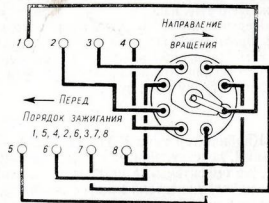

Рис. 22. Соединение проводов от распределителя к свечам.
6) присоедините провода от распределителя зажигания к свечам в порядке 1, 5, 4, 2, 6, 3, 7, 8, как указано на рис. 22.